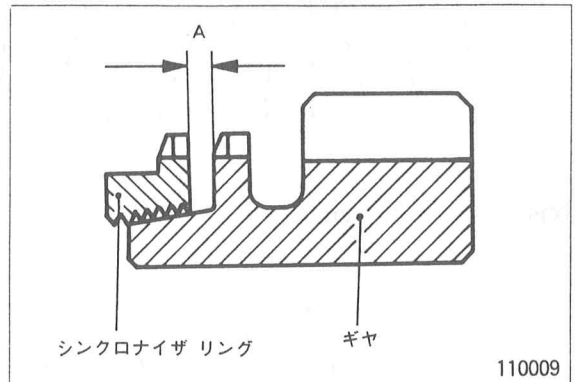

図20 シンクロナイザ リング点検
- (9) 3速ギヤが円滑に回転し、異音を発しないことを確認する。
- (10) 2速ギヤ及びニードルベアリングをメインシャフトに取付ける。
- (11) シンクロナイザリングを2速ギヤに取付ける。シンクロナイザリングとギヤのすきまを点検する。(図20)
- (12) 1-2速シンクロナイザアセンブリをメインシャフトに取付ける。
- (13) 1速ギヤブッシュをメインシャフトに圧入する。
- (14) 1速ギヤにシンクロナイザリングを取付け、すきまを点検する。(図20)
- (15) 1速ギヤ、ニードルベアリング及びシンクロナイザリングをメインシャフトに取付ける。
- (16) ベアリングスペーサを取付ける。
- (17) ベアリングスペーサを1速ギヤ側へ強く押しつけ、1速ギヤ及び2速ギヤが円滑に回転し、異音を発しないことを確認する。